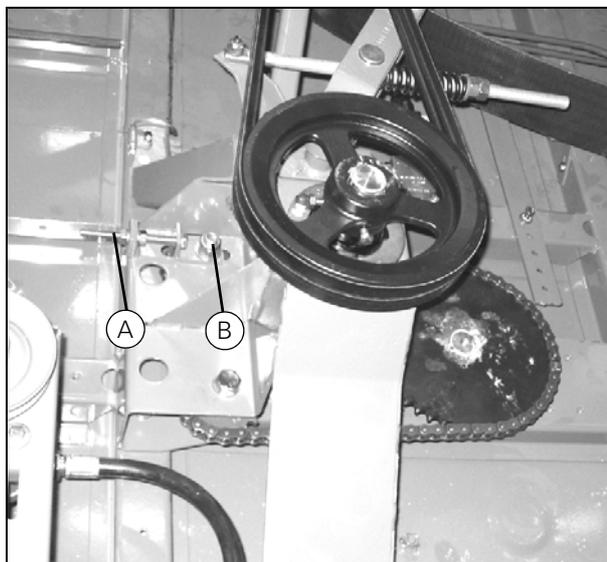

Рисунок 57
2. Разъедините цепь на соединительном звене и установите новую цепь, как показано на (Рис. 57).